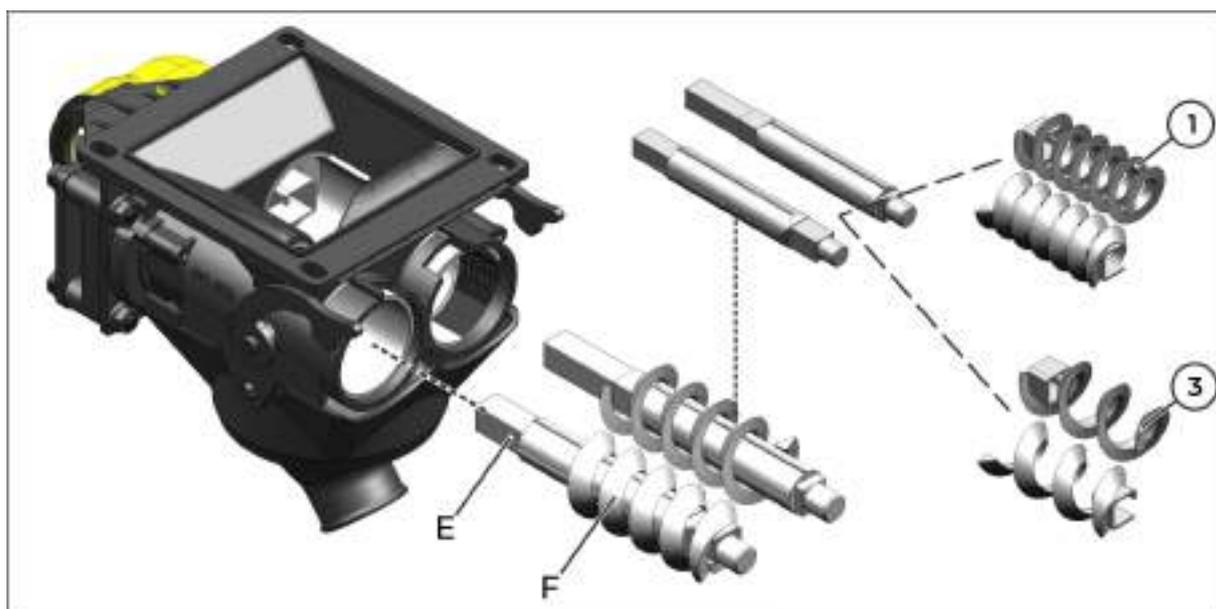

fig. 176
Retire o eixo (E) e o sem fim (F) (fig. 176) do dosador.